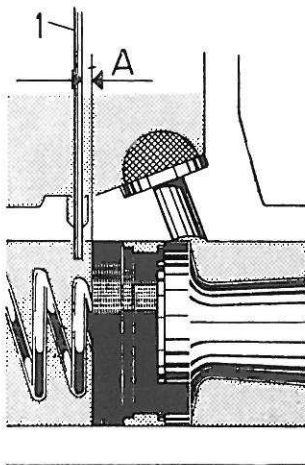

Figure 50. Vérification de l'orifice de régularisation
4. S'assurer que l'orifice de régularisation est bien dégagé en faisant passer par cet orifice un fil de 0,5 mm de diamètre, voir figure 50. Le piston doit alors pouvoir être enfoncé d'environ 0,5 mm sans que le fil soit coincé. Veiller à ne pas endommager le joint. S'assurer également que la
4. Vérifier la mobilité des pistons et les orifices de passage d'huile pour voir s'ils sont bouchés. Vérifier l'orifice de régularisation en se servant d'un fil de cuivre de 0,5 mm de diamètre comme le montre la figure 50. Si cet orifice est bouché, c'est que la maître-cylindre a été incorrectement réassemblé.
7. Contrôler la mobilité des pistons et s'assurer que les trous de passage sont bien dégagés. Contrôler également les orifices de régularisation en se servant d'un fil de cuivre souple de 0,5 mm de diamètre, voir figure 50. Si l'orifice de régularisation n'est pas bien dégagé, c'est que le maître-cylindre a été incorrectement réassemblé.